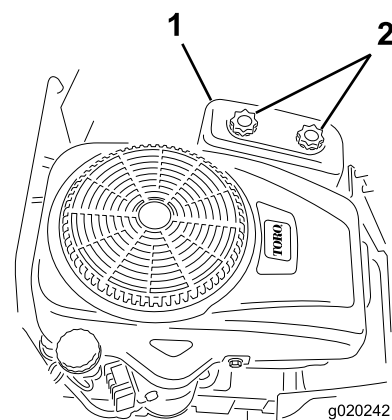

Figure 30
4. Déposez le couvercle du filtre à air en desserrant les 2 boutons (Figure 30).
3. Reposez le couvercle du filtre à air et serrez les deux boutons (Figure 30).